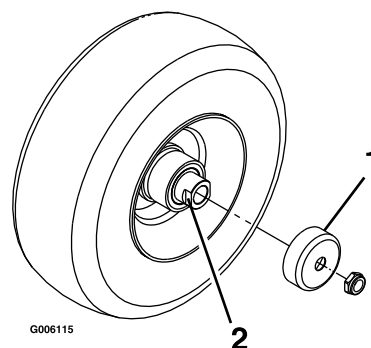

Figure 44
5. Déposez les protège-joints du moyeu de roue (Figure 44).